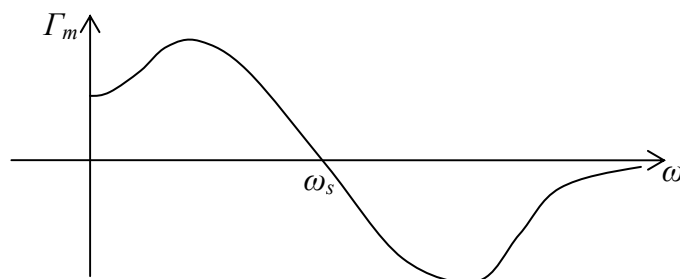

Figure 13 : allure de Γ_m en fonction de ω
7.5/ On peut tracer l'allure de Γ_m en fonction de ω (figure 13) :